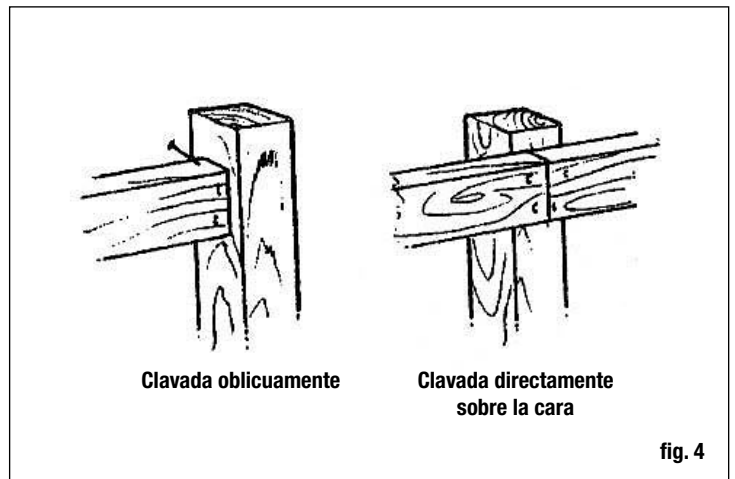
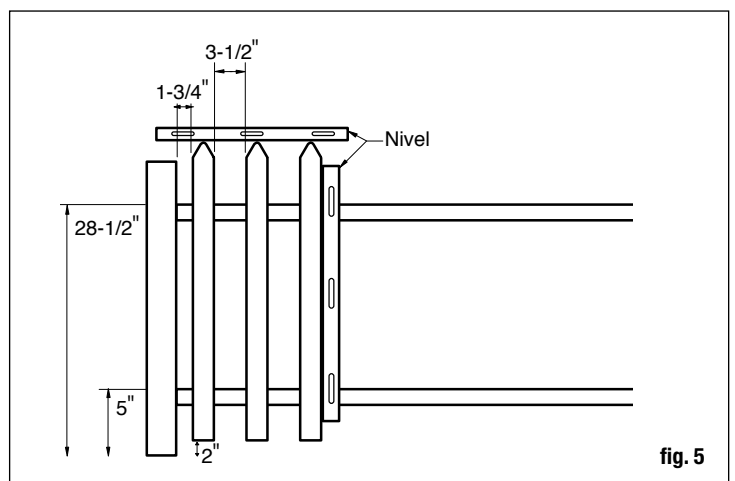

fig. 4
fig. 5
Paso 1: conectar los rieles de respaldo a los postes. Existen diferentes formas de sujetar los rieles a los postes (fig. 4). Se recomienda clavarlos directamente sobre la cara de los postes. Las posiciones que se sugieren para los rieles de respaldo son las siguientes: Desde abajo, mida 5" y 28-1/2" (fig. 5). Marque estos puntos. Coloque la parte superior de los rieles en estas marcas. El producto final quedará mejor si este paso se hace con suma atención.
Paso 2: construcción de los paneles. Para instalar las estacas a los rieles de respaldo utilice los sujetadores que se incluyen. Se recomienda colocar las estacas a 2" por encima del suelo. Comience en un extremo del riel, con la primera estaca a 1-3/4" del extremo. Coloque la segunda estaca a 3-1/2" de la primera estaca (fig. 5). Continúe agregando estacas a los rieles, con un espacio de 3-1/2" entre cada estaca. Utilice un nivel para verificar que las estacas estén a plomo.